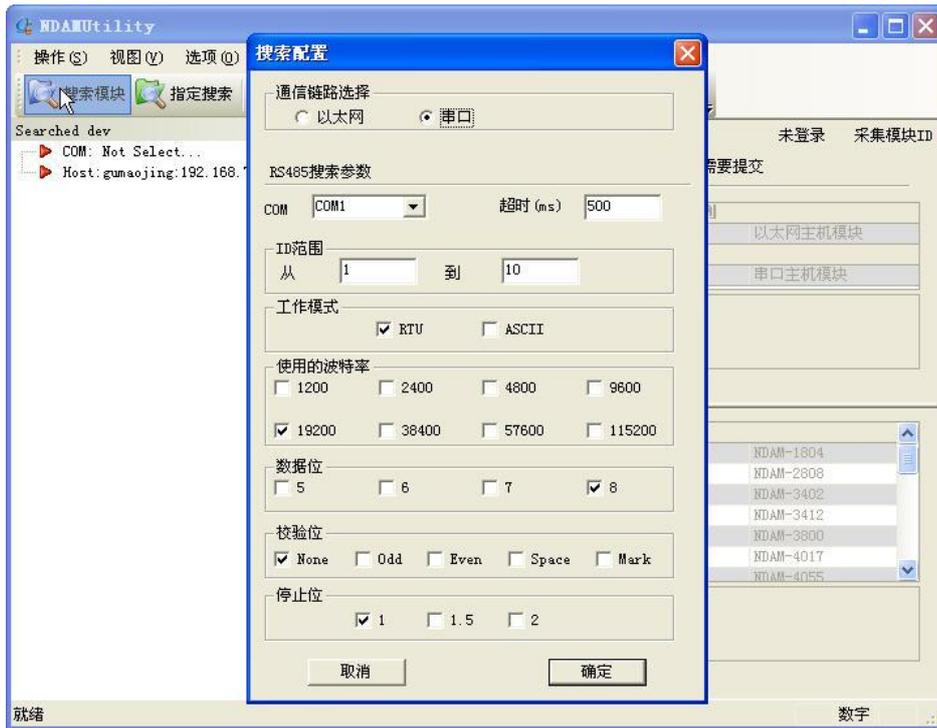
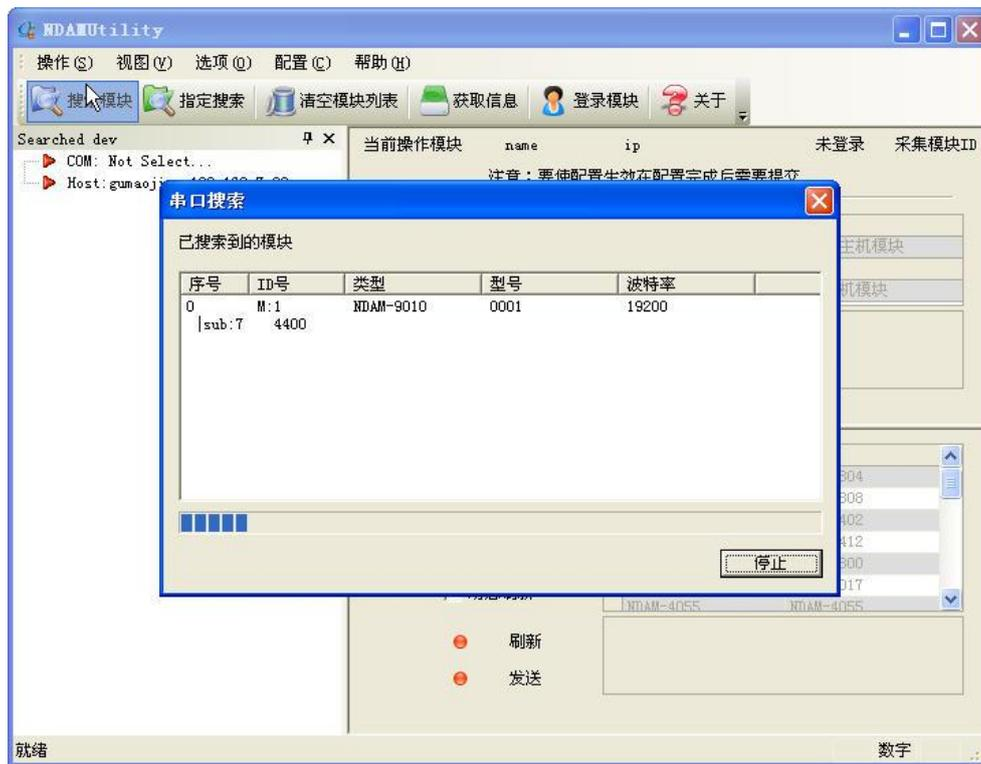

图 4.3 搜索设备
图 4.4 搜索设备成功
- 2) 单击界面上的“搜索设备”按钮，进行设备搜索。搜索过程分为两种：一是以太网，二是串口。NDAM-9010 属于串口设备，因此选中串口，然后根据串口总线上的通讯参数进行搜索。如图 4.3、图 4.4 所示；